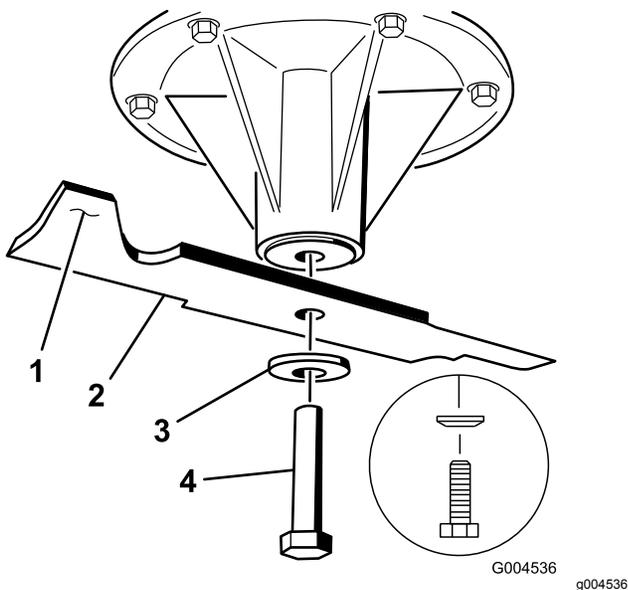

図 74
2. スピンドルのシャフトからブレードボルト、湾曲ワッシャ、ブレードを取り外す 図 74。